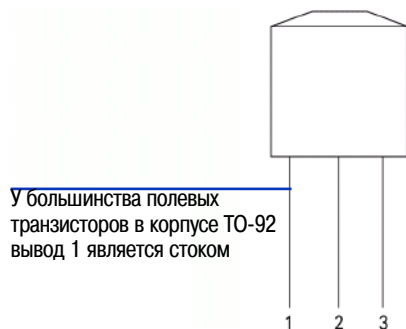

Рис. 5-10 Полевой транзистор в корпусе TO-92
3. В данном примере мы работаем с полевым транзистором в корпусе TO-92 (см. рис. 5-10).